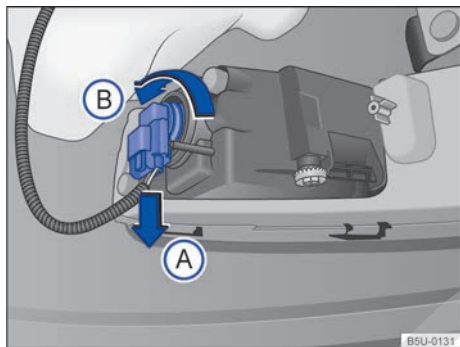

Fig. 166 Detrás del parachoques delantero: acceso a la lámpara incandescente del farol de neblina.
Desencajar el conector de alimentación de la lámpara → fig. 166 en el sentido de la flecha (A), presionar, al mismo tiempo, la traba de fijación del conector.
3. Girar el portalámparas → fig. 166, en el sentido antihorario de la flecha (B), y desencajarlo del alojamiento.